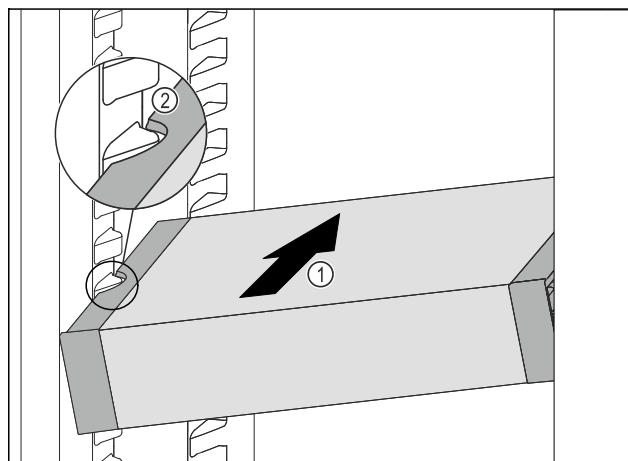

Fig. 143
- Insérer le VarioSafe en biais dans la partie réfrigérateur Fig. 143 (1) jusqu'à ce que les encoches latérales Fig. 143 (2) du VarioSafe se trouvent à la hauteur de la nervure du bac dans la partie réfrigérateur.